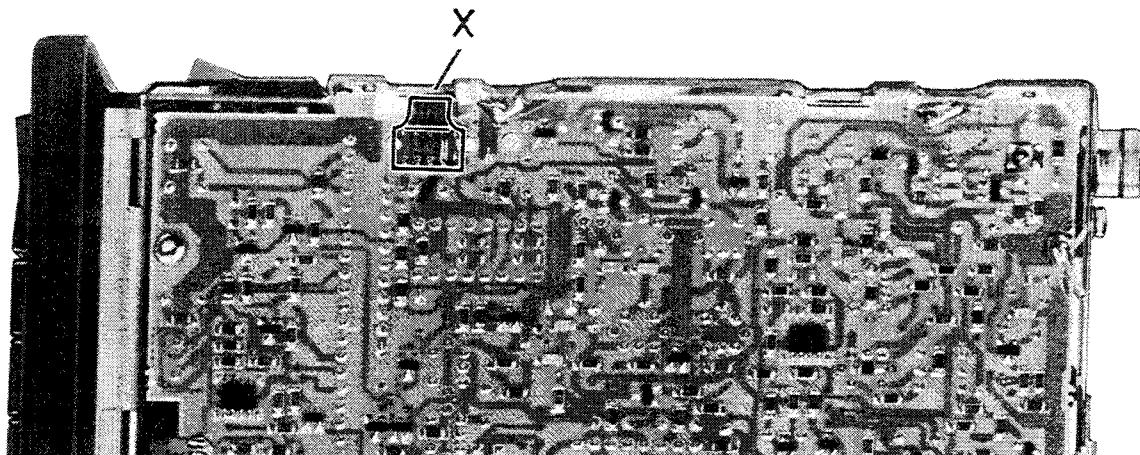

Fig. 6
B2) LW-Ausbau (Fig. 6 + 7)
1. Die Folie X ablöten (Fig. 6).
B2) Démontage de la mécanique (Fig. 6 + 7)
1. Dessouder la feuille de la tête magnétique X (Fig. 6).
B2) Dismounting of mechanism (Fig. 6 + 7)
1. Unsolder tape head foil X (Fig. 6).
B2) Desmontaje del mecanismo (Fig. 6 + 7)
1. Desoldar el folio de la cabeza de sonido X (Fig. 6).